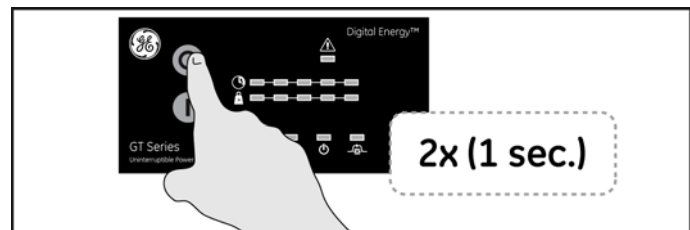

рис. 4.3.2.a
2. Нажмите кнопку "O" (рис. 4.3.2.a) на 1 секунду для перевода ИБП в режим байпаса.
3. Ещё раз нажмите кнопку "O" на 1 секунду для выключения ИБП (рис. 4.3.2.a).